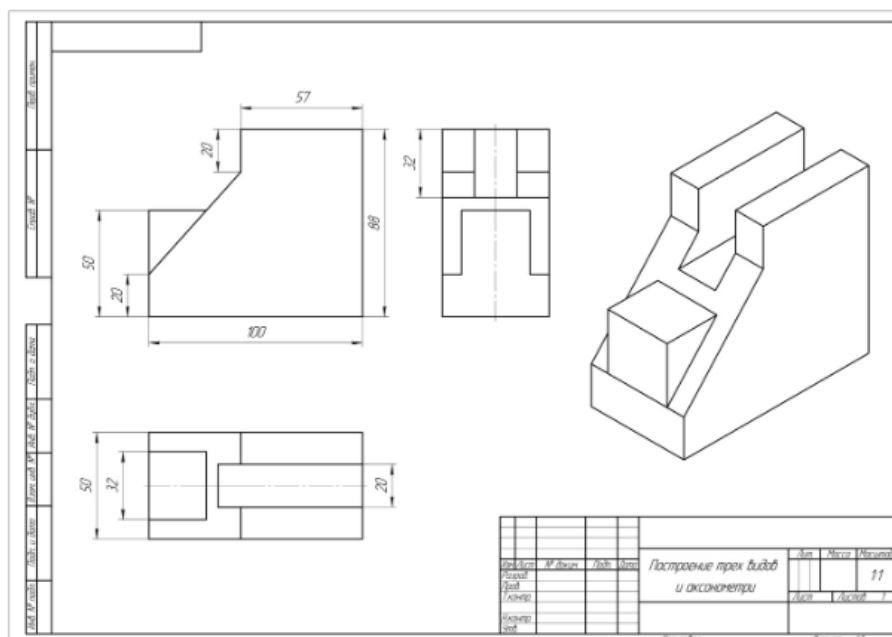

Рисунок 24 – Пример выполнения работы
1. Проанализировать наглядное изображение детали, см. рис. 24;